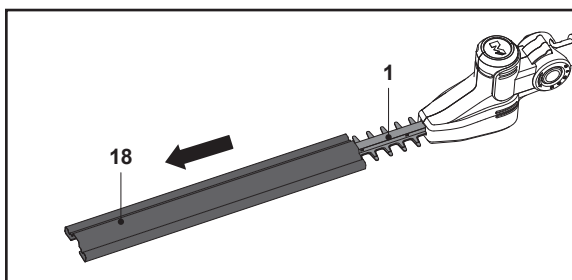

Fig. 2
1. Retirer le protège-lame (18) du dispositif de coupe (lame) (1) avant utilisation (Fig. 2).
2. Conserver le protège-lame (18) en lieu sûr.